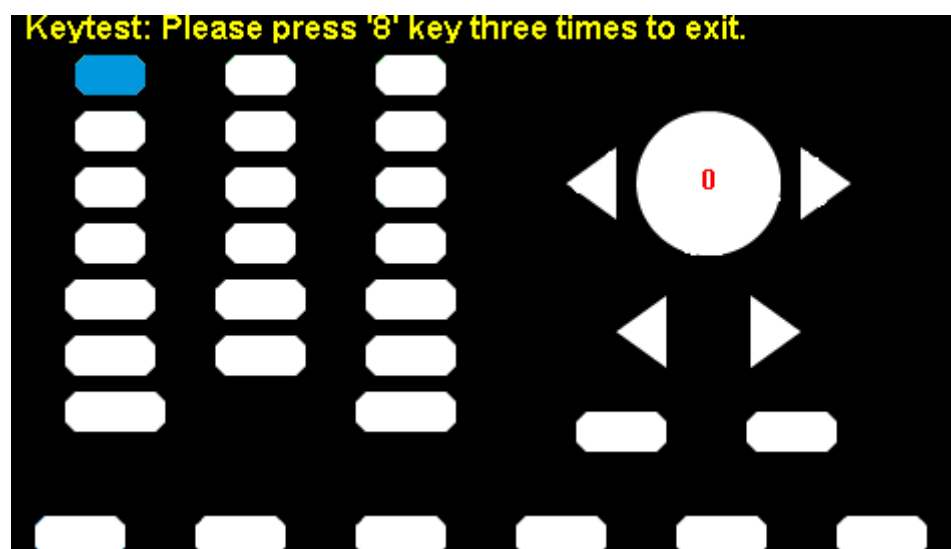

图 2-53 按键测试界面
- 屏幕上显示“Keytest: Please press '8' key three times to exit.”的提示信息表示按数字按键“8” 3次退出测试。如图 2-53所示：